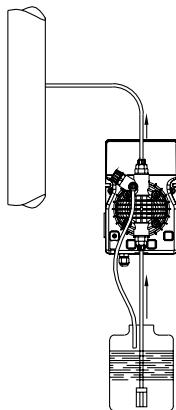
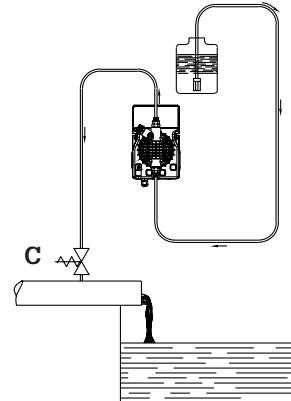

Fig. 5
Fig. 6
- c.- Plaats de pomp zoals getoond in fig. 5, naar keuze zowel boven als onder het vloeistofniveau, met inachtneming van een maximaal vloeistofniveau verschil van 2 meter. Indien de installatie waarin de pomp is toegepast, werkt onder atmosferische druk(geen tegendruk), en de aanzuigtank boven het persniveau is geplaatst (fig.6), dient de conditie van de injectiekleppen regelmatig te worden gecontroleerd. Eventuele overmatige slijtage van de kleppen kan in dit geval zorgen voor lekkage aan de kleppen, zodat de vloeistof het systeem in kan lopen terwijl de pomp niet is ingeschakeld. Indien dit probleem zich voordoet, kan dit door installatie van een tegendruk klep (C) tussen de injectieplaats en de klep worden tegengegaan. In het geval van vloeistoffen welke agressieve gassen kunnen veroorzaken, montere de pomp dan niet boven de aanzuigtank, tenzij deze hermetisch is afgesloten.